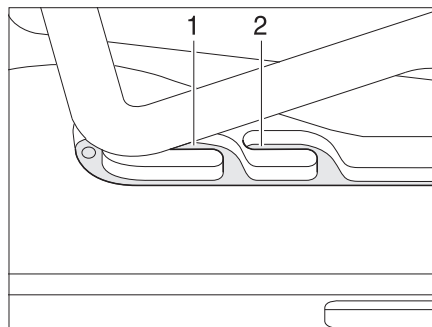
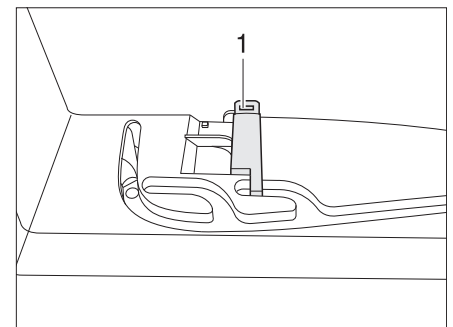

Figure 24 Lanterneau basculant en position de ventilation
Figure 25 Verrouillage en position de ventilation
Il est possible d'amener le lanterneau basculant en deux positions de ventilation : Position pour mauvais temps (Figure 24,1) et position intermédiaire (Figure 24,2). Suivant le modèle, il est possible de verrouiller le lanterneau en position intermédiaire avec le verrou (Figure 25,1).
- Pousser légèrement l'étrier vers le haut, le pousser dans la glissière choisie (Figure 24,1 ou 2) et le verrouiller si nécessaire.